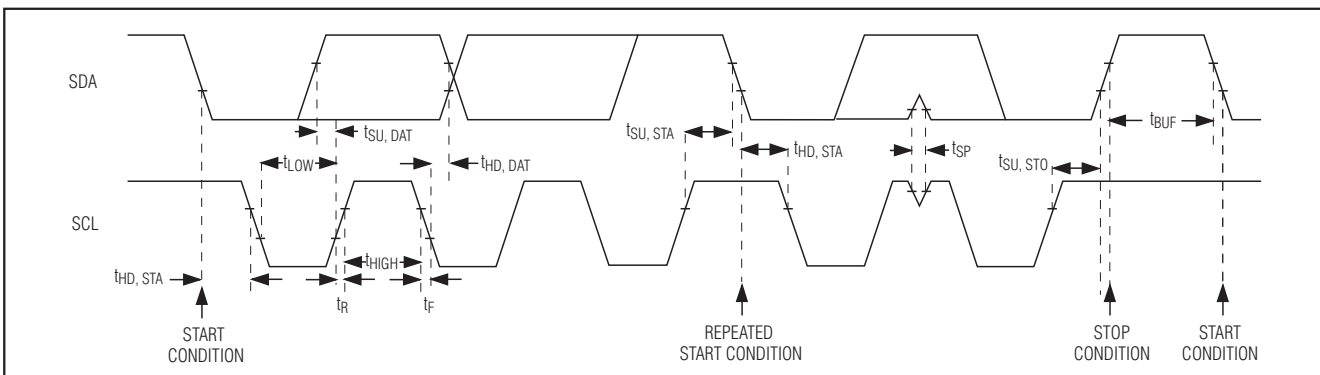

图10. 2线接口时序图
MAX9851/MAX9853具有I²C/SMBus™兼容的2线串行接口, 接口由串行数据线(SDA)和串行时钟线(SCL)组成。通过SDA和SCL可以简化MAX9851/MAX9853与主机的通信, 时钟速率可以高达400kHz。图10所示为2线接口时序图。主机产生SCL并启动总线上的数据传输。主机向MAX9851/MAX9853写入数据时, 首先发送正确的从机地址, 接下来发送寄存器地址, 然后是数据字。每个传送序列由START (S)或REPEATED START (Sr)条件以及STOP (P)条件构建成帧。传送到MAX9851/MAX9853的每个字长为8位, 并跟随一个应答时钟脉冲。主机从MAX9851/MAX9853读取数据时, 发送正确的从机地址, 并跟随一串共9个SCL脉冲。MAX9851/MAX9853与主机产生的SCL脉冲同步地在SDA线上发送数据。主机应答收到的每一个数据字节。每个读时序由START或REPEATED START条件、非应答和STOP条件构成。SDA同时为输入和开漏极输出。SDA总线需要一个典型值大于500Ω的上拉电阻。SCL只能做为输入。如果总线上有多个主机, 或单主机系统的主机有一个开漏的SCL输出时, SCL通常需要一个大于500Ω的上拉电阻。SDA和SCL线上的串联电阻是可选的。串联电阻用来保护MAX9851/MAX9853数据输入不受总线上高压尖峰的影响, 最小化串扰以及总线信号的负尖峰。